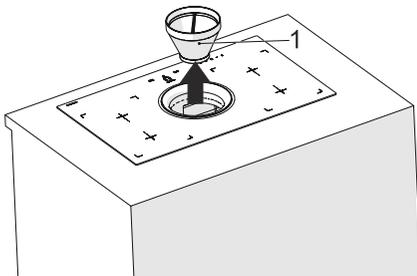

Fig. 11
2. ➤ Togliere il filtro a carbone attivo tirandolo verso la direzione della freccia (Fig. 11).